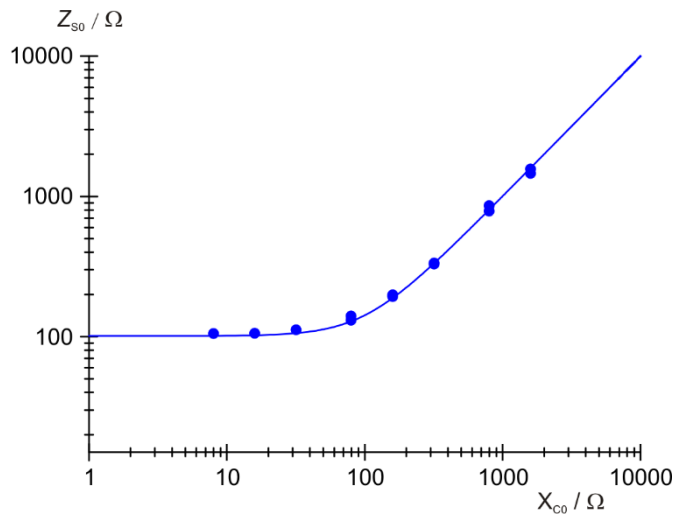

Fig. 4: Résistance totale avec le circuit série.
- Représenter dans un graphique les valeurs Z_{S0} et Z_{P0} de la résistance totale et les déphasages φ_S et φ_P pour les circuits série et parallèle en fonction de X_{C0} (Fig. 4 – 7).
- Calculer les valeurs Z_{S0} et Z_{P0} de la résistance totale et les déphasages φ_S et φ_P selon les équations (5) pour le circuit série et (6) pour le circuit parallèle,
et les tracer sous forme de lignes continues dans les figures 4 à 7.